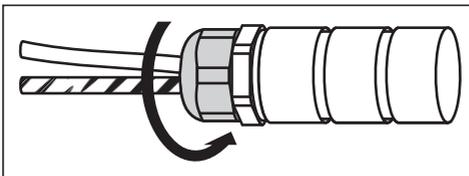

Fig. 7: Étape de montage 7 :
7. Vissez à fond les écrous d'accouplement à l'aide d'une clé à écrous (Fig. 7).